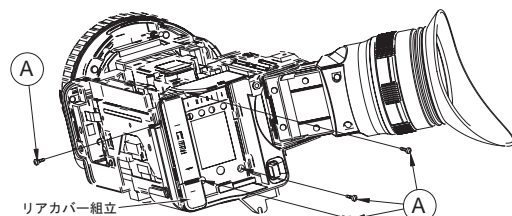
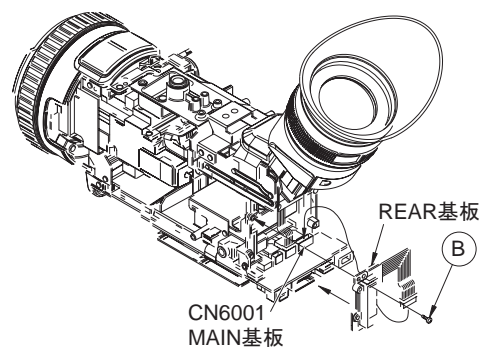
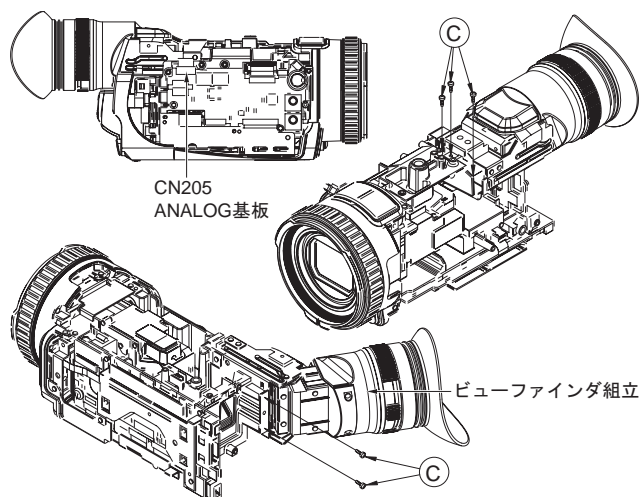

図 9
図 10
図 11
3.3 ビューファインダー組立のはずし方 (図 9、図 10、図 11 参照)